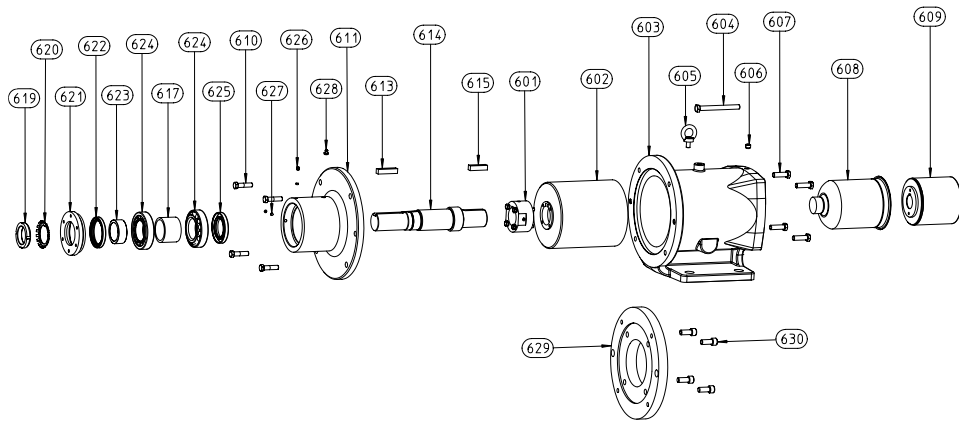
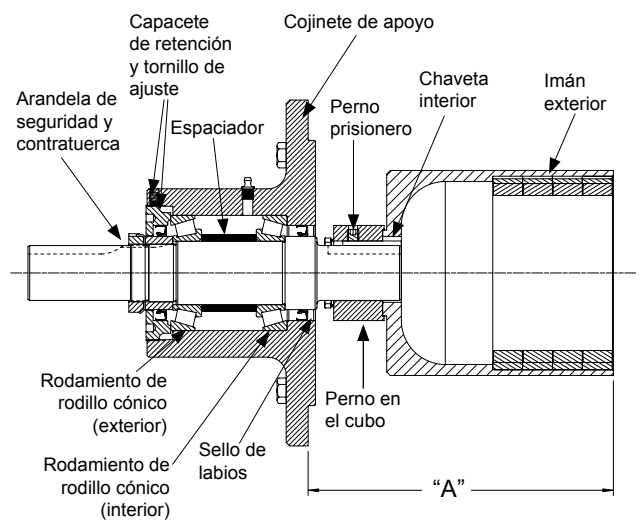

FIGURA 8
FIGURA 14
El cojinete de apoyo del acoplamiento MD2-C cuenta con dos rodamientos de rodillo cónico fijados con un capicete roscado. La unidad se engrasa externamente usando las conexiones para grasa. Si se requiere otro desmontaje, consulte la figura 8 en la página 6 y la figura 14, y luego proceda de la siguiente manera:
4. Un sello de labios se presiona en el capicete y el otro se presiona en la carcasa de rodamientos. No retire los sellos de labios a menos que se deban reemplazar. Si los retira, fíjese muy bien en su orientación, como se muestra en la figura 14, cuando instale los sellos de labios nuevos.
Dependiendo de la condición de los rodamientos, reemplace o llene los cojinetes existentes limpiando y llenando con grasa multipropósito NLGI N° 2. Reemplace los sellos de labios si fuese necesario. **Consulte la figura 14** para conocer la orientación del sello de labios.